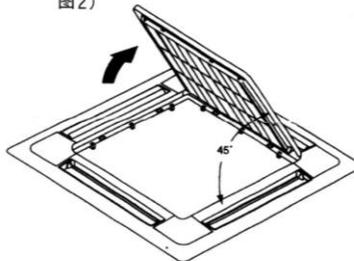

图2
2. 将格栅提起大约45度，取下装饰面板上的回风格栅。（参照图2）